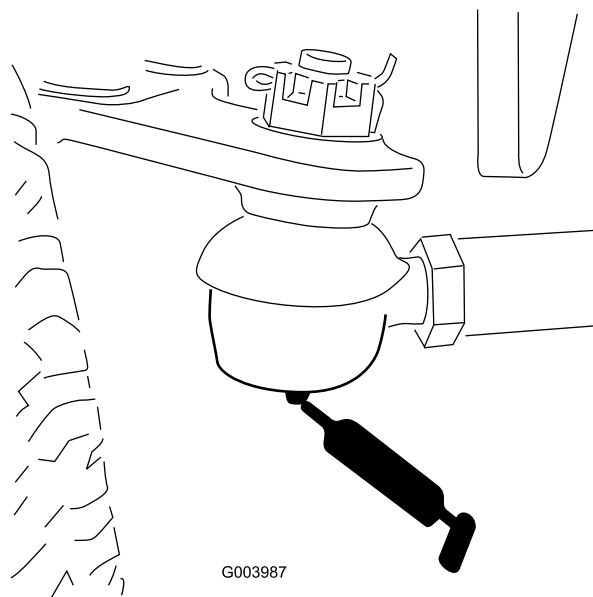

Figura 55
- Tirante del eje trasero (2) (Figura 55)